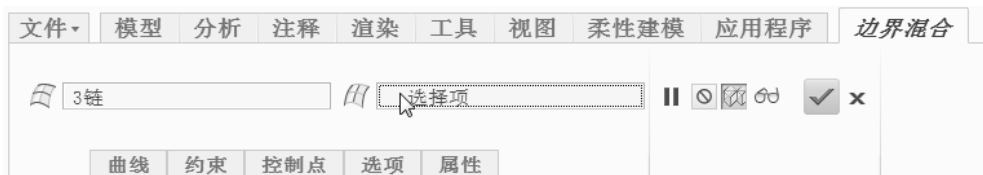

图 7-8 激活第二方向链收集器
3) 在 (第二方向链收集器) 的框中单击, 从而将其激活, 如图 7-8 所示。然后在曲面的第二方向上选择曲线链。结合〈Ctrl〉键可以选择多条曲线链。